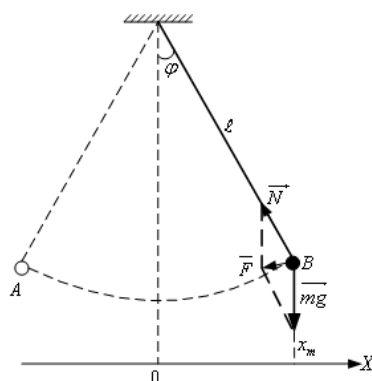

Рисунок 1.1. Колебания математического маятника.
**Математическим маятником** называется тело, подвешенное на длинной невесомой нити, длина которой во много раз превышает линейные размеры тела (рис. 1.1). Реальный маятник, у которого масса колеблющегося тела во много раз больше массы нити, а длина нити во много раз больше размеров тела, можно считать математическим.